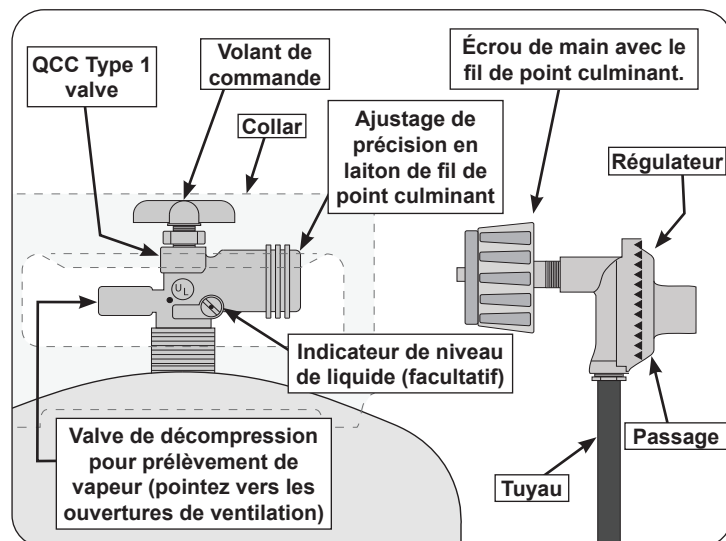

Fig. 8-1 Type coupleur de fil de point culminant d'I
- La bouteille utilisée doit comporter un collier pour protéger le robinet de la bouteille. Le système d'alimentation de la bouteille doit être conçu pour le retrait de la vapeur. Voir Fig. 8-1.
- Lorsqu'il est utilisé avec une bouteille, le système d'alimentation en gaz doit être utilisé avec un régulateur de pression. Le montage du régulateur de pression et le flexible (Fig. 8-1) fourni avec cet appareil au gaz en plein air (**modèles au propane seulement**) doit être utilisé. Les régulateurs de pression d'origine et de remplacement et les ensembles de tuyaux doivent être ceux spécifiés par le fabricant pour la connexion avec un dispositif de connexion de bouteille identifié comme Type I par l'ANSI Z 21.58/CGA 1.6 et doivent être conformes à UL 144 en tant que partie du gaz propane autonome système d'alimentation (voir la liste des pièces pour les informations de commande).
**Pour déconnecter:** tournez l'écrou à main dans le sens antihoraire jusqu'à ce qu'il soit détaché (Fig. 8-1)